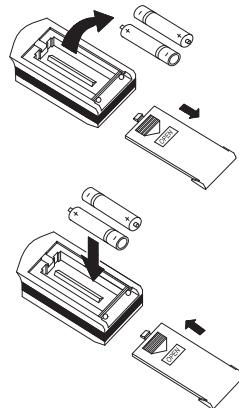

Рис. 5.5
- Для извлечения батареек, при замене, необходимо сдвинуть крышку пульта управления в направлении стрелки (см. рисунок 5.5) извлечь батареек и установить новые.